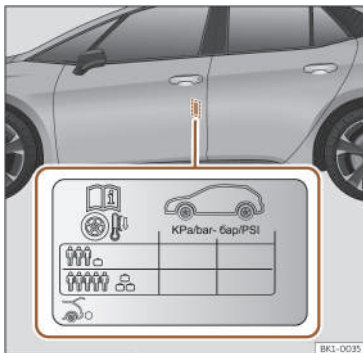

Fig. 179 Posizione dell'adesivo della pressione di gonfiaggio comfort degli pneumatici.
- Adattare la pressione degli pneumatici al carico del veicolo >>> **fig. 179**.
I valori della pressione di gonfiaggio degli pneumatici sono riportati sull'etichetta adesiva situata nella zona posteriore del telaio della porta anteriore sinistra >>> **fig. 179**.
Adeguate la pressione di gonfiaggio degli pneumatici al carico del veicolo. Se il veicolo verrà caricato al massimo, è necessario aumentare la pressione di gonfiaggio al valore di carico più elevato indicato sull'etichetta adesiva >>> **fig. 179**.
Nel caso del ruotino di scorta (125/70 R16 o 125/70 R18), gonfiare alla pressione di 4,2 bar come indicato nell'etichetta della pressione degli pneumatici >>> **fig. 179**.
- Il conducente è responsabile che tutti gli pneumatici del veicolo siano gonfiati alla pressione corretta. La pressione di gonfiaggio consigliata è indicata in un adesivo >>> **fig. 179**.
- Con gli pneumatici freddi, si deve mantenere sempre la pressione indicata sull'adesivo >>> **fig. 179**.